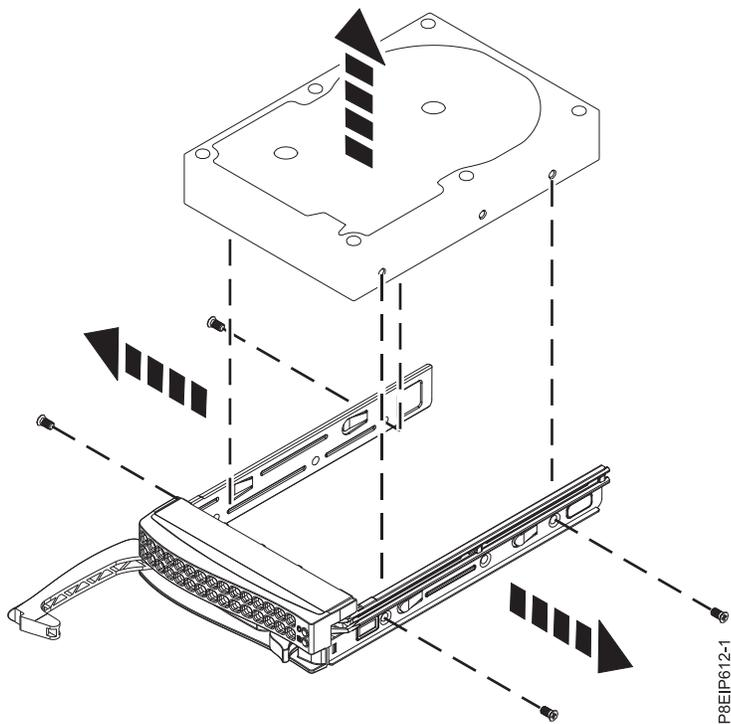

Figura 2. Removendo a unidade de 3,5 polegadas da bandeja
- Para uma unidade de 3,5 polegadas, solte a unidade das laterais da bandeja removendo os quatro parafusos (2 de cada lado), conforme mostrado na Figura 2 na página 6.